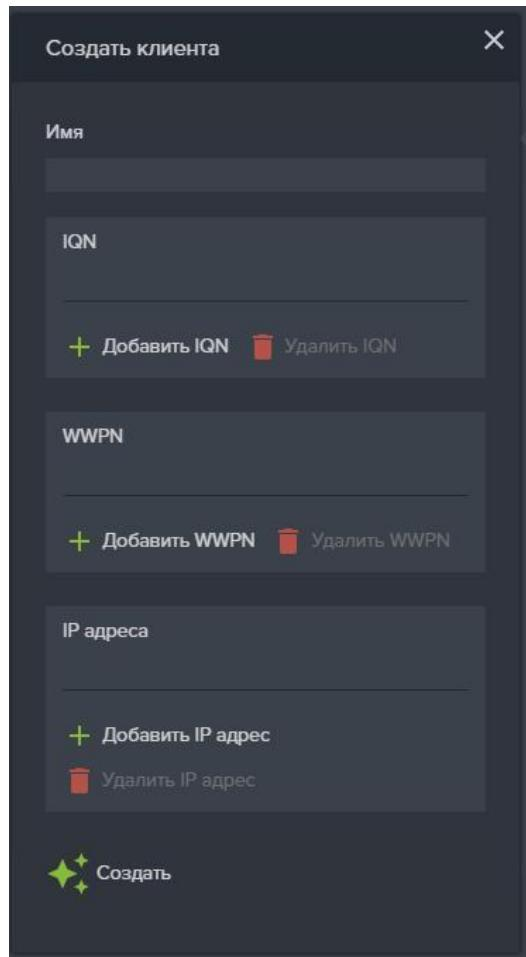

Рисунок 71 – Создать нового FC клиента
4. Нажмите на кнопку «Создать нового клиента», откроется окно «Создание клиента» (см. Рисунок 71).